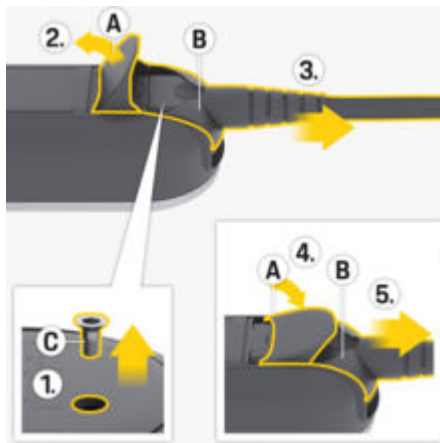

рис. 121: Виймання мережного кабелю
1. Відкрутіть гвинт **C** (рис. 121) за допомогою відповідного інструмента.
2. Повністю відкрийте кришку **A** (рис. 121).
3. Витягніть штекер **B** (рис. 121) до першого упору.
4. Опустіть кришку **A** (рис. 121) приблизно на 15 градусів (кришка може прилягати до штекера **B** (рис. 121)).
5. Повністю витягніть штекер **B** (рис. 121).